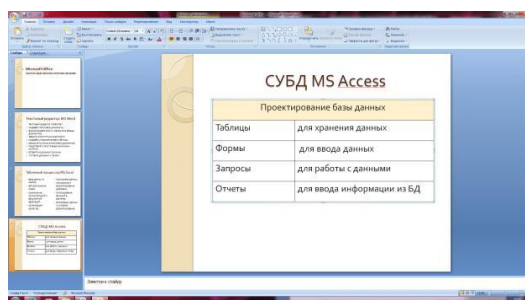

Рис. 6 Конечный вид пятого слайда с таблицей
6. Конечный вид пятого слайда приведен на рис. 6.